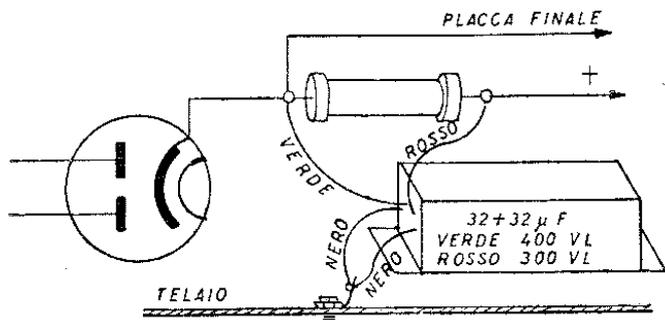

Fig. 2.3. - Colorazione dei terminali dei condensatori elettrolitici in base alla polarità e alla tensione di lavoro (salvo indicazioni stampigliate).
C) Fare molta attenzione alla polarità. L'inversione anche momentanea della polarità distrugge il condensatore. Se vi sono linguette metalliche, la polarità è indicata vicino ad esse. Se vi sono conduttori gommati, il rosso è il positivo, ed il nero è il negativo. Se la custodia è metallica, essa sostituisce il terminale negativo, e va fissata alla base metallica. Se nella stessa custodia sono collocati due condensatori, i terminali sono generalmente quattro, due neri (negativi che vanno uniti insieme e collegati alla base, salvo casi particolari), e due rossi, se i condensatori sono identici, sia per capacità sia per tensioni di lavoro. Se uno ha capacità superiore, e tensione uguale, il conduttore relativo è rosso mentre l'altro è verde. Nel caso di due condensatori di capacità eguale è sempre rosso quello a tensione maggiore e verde l'altro, come in fig. 2.3.